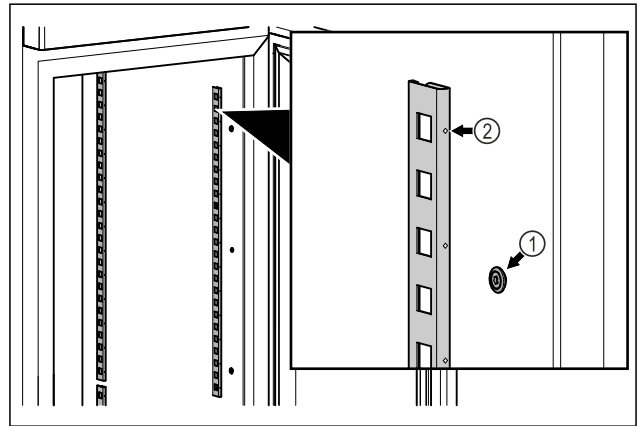

Fig. 58 Représentation à titre d'exemple
- ▶ Accrocher les bandes d'encliquetage dans la suspension Fig. 58 (1). Le repère Fig. 58 (2) doit pointer vers l'avant.